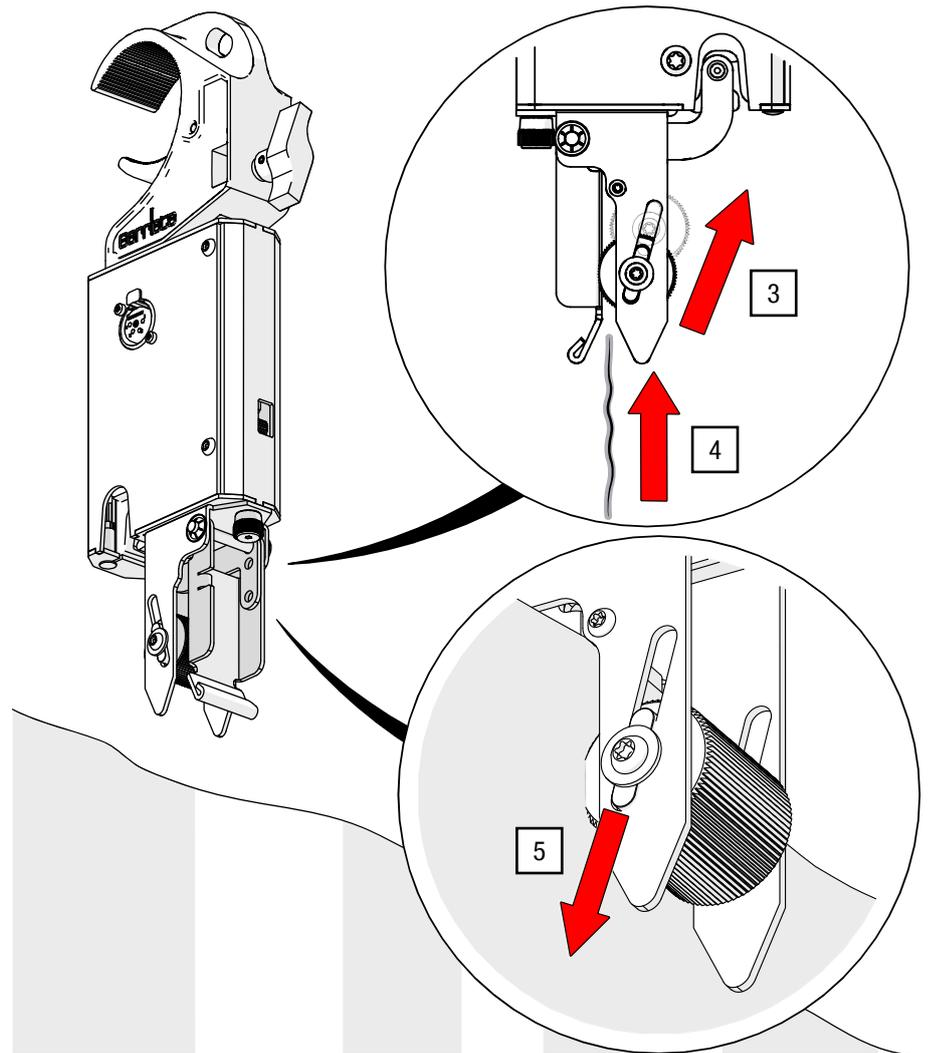

Abb. 30: Stoff in Stoffklemme einklemmen
3. Drücken Sie die Klemmrolle ganz nach oben (siehe Abb. 30).
4. Schieben Sie den Stoff in den entstandenen Spalt zwischen Klemmplatte und Klemmrolle (siehe Abb. 30).
5. Drücken Sie die Klemmrolle möglichst weit nach unten (siehe Abb. 30).